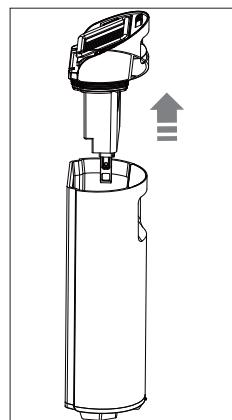

Fig. 10 – Retirada de la tapa
- ▶ Tire del tapón del depósito de agua sucia hacia arriba (**véase Fig. 10**).